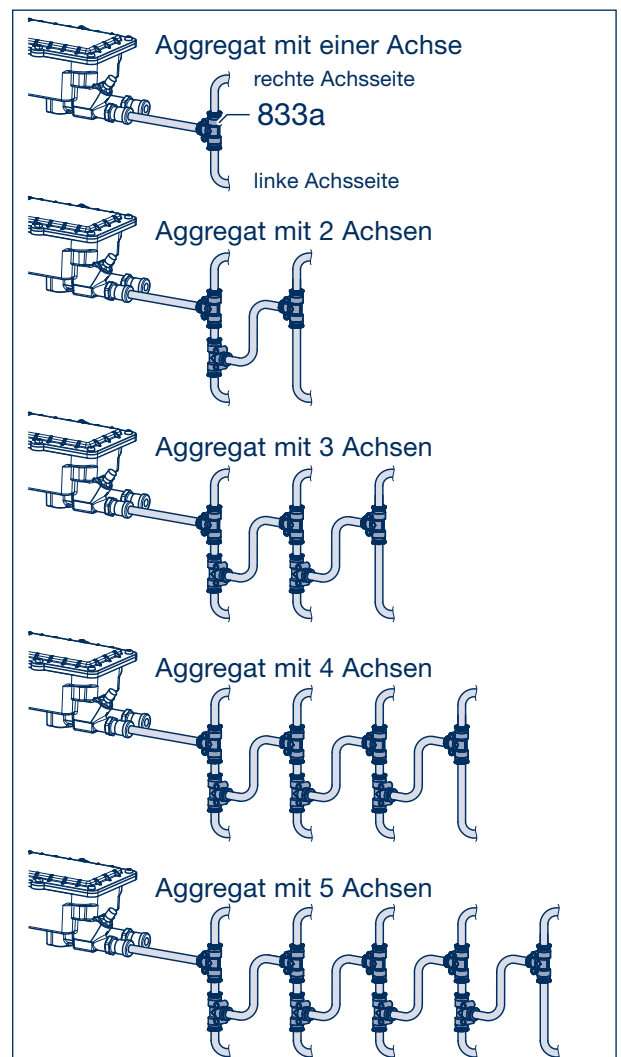

Bild 30
- [2] Druckluftleitungen (Ø 8 x 1 mm) in den Anschluss 1 der Control Box 141 einstecken und mit dem AirSave T-Stück an der Achse verbinden. Bei weiteren Achsen im Fahrzeug muss zusätzlich je ein T-Stück in den Pneumatikkreislauf integriert werden, siehe Bild 30. Es dürfen nicht mehr als 5 Achsen pro Control-Box angeschlossen werden. Ab 6 Achsen ist eine zweite Control-Box zu installieren.